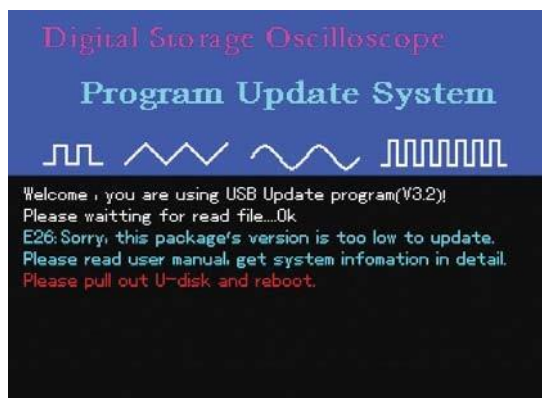

Abbildung 5-14
9. Wenn die Softwareversion des Upgrade-Dokuments niedriger ist als die des Oszilloskops, erscheint die Aufforderung in Abbildung 5-14 "E26: Sorry, this package's version is too low to update. Bitte lesen Sie das Benutzerhandbuch und informieren Sie sich über das System im Detail. Bitte ziehen Sie die U-Disk heraus und starten Sie neu."